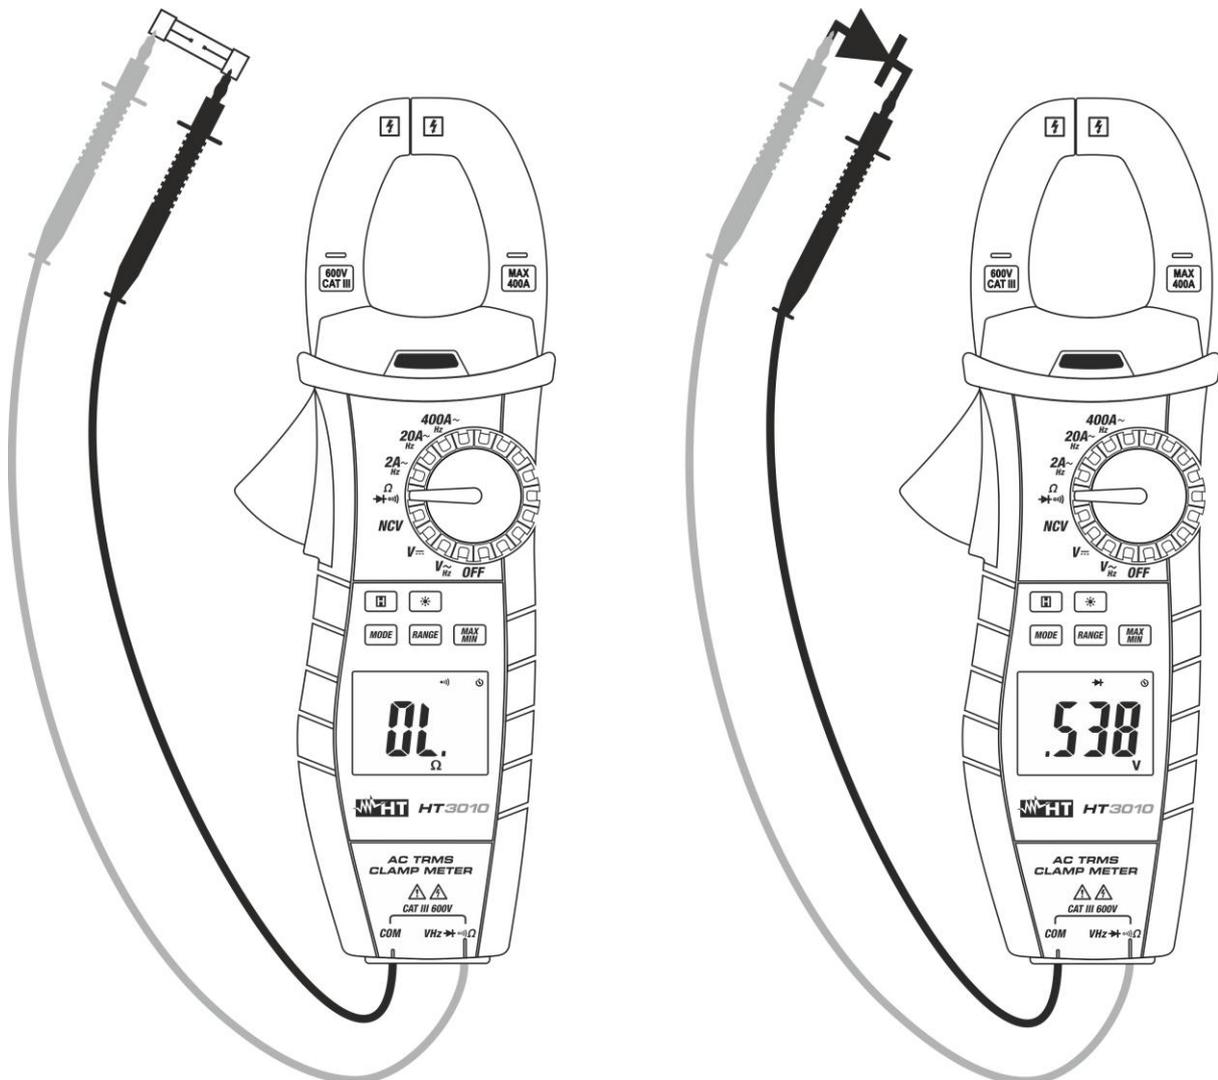

Fig. 7: Uso dello strumento per Test Continuità e Prova Diodi
3. Inserire il cavo rosso nel terminale di ingresso **VΩHz** $\rightarrow \rightarrow \rightarrow$) e il cavo nero nel terminale di ingresso **COM** ed eseguire il test di continuità sull’oggetto in prova (vedere Fig. 7– parte sinistra). Il cicalino emette un segnale acustico quando il valore della resistenza misurata è inferiore a 30Ω
5. Connettere il puntale rosso all’anodo del diodo e il puntale nero al catodo in caso di misura di polarizzazione diretta (vedere Fig. 7 – parte destra). Invertire la posizione dei puntali in caso di misura di polarizzazione inversa